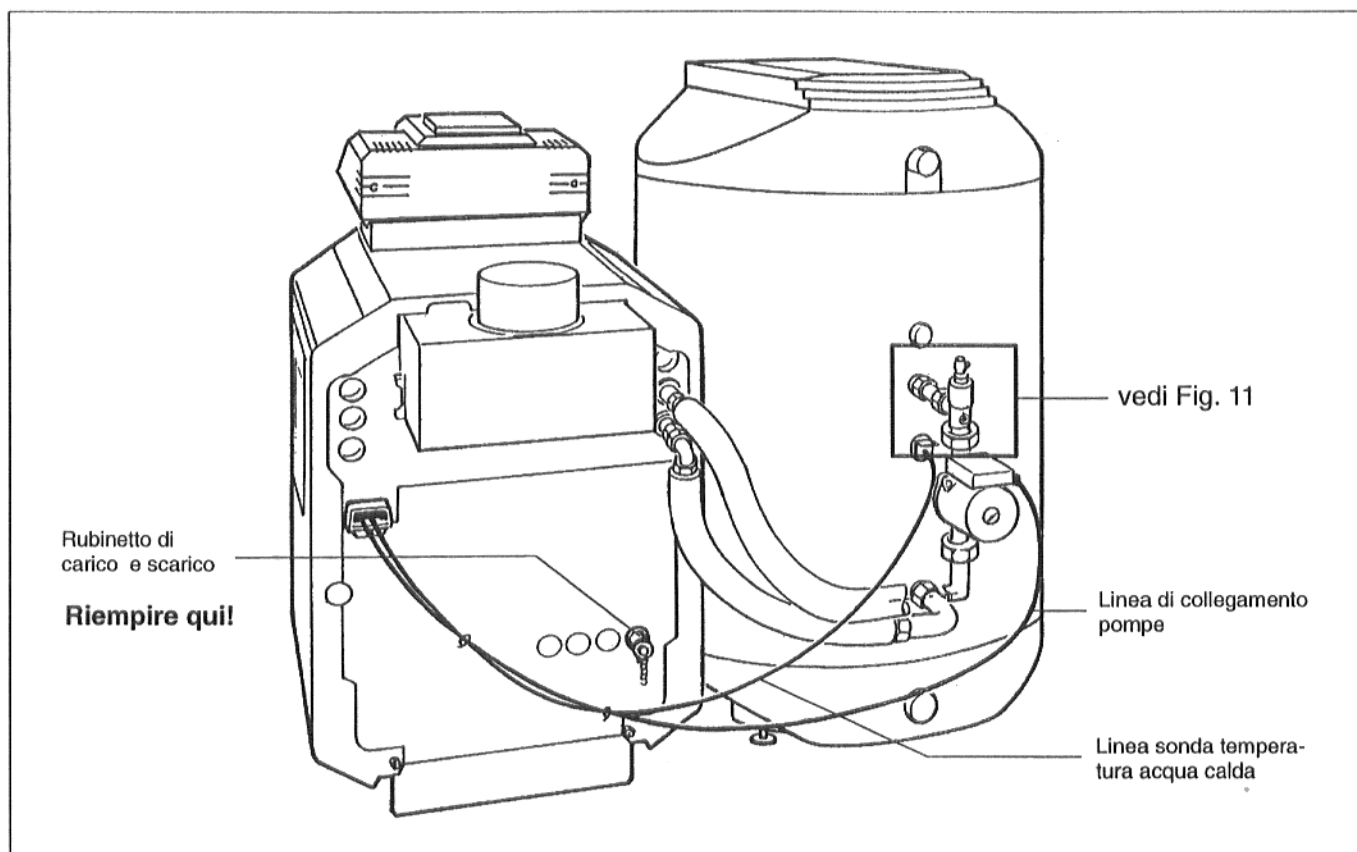

Fig. 10 Vista posteriore; montaggio ultimato
- Posare accuratamente la linea della sonda della temperatura dell'acqua calda e la linea di collegamento pompa (Istruzioni di montaggio caldaia e accumulatore; Fig. 10).
- Riempire lentamente la caldaia attraverso il rubinetto di carico e scarico (Fig. 10).